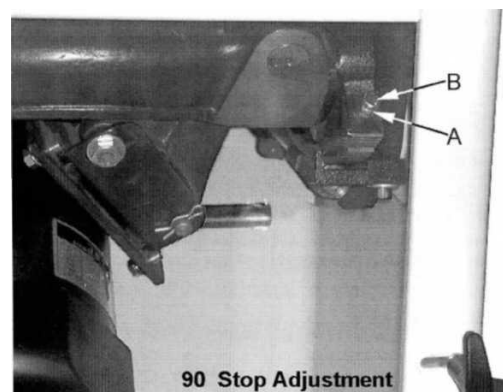

Рис. 20
5. Если пильный диск не под углом 90 градусов, откройте дверь крышку эл.двигателя, ослабьте контргайку (А см. рис. 20) и поверните стопорный винт регулировки (В, рис. 20) на передней цапфе во внутрь или наружу. Регулировочный винт следует прекратить вращать на переднем кронштейне цапфы, когда пильный диск находится в 90°к столу.
9. Проверьте правильность указателя (С, рис. 20) на угол масштаба и скорректируйте, если это необходимо.